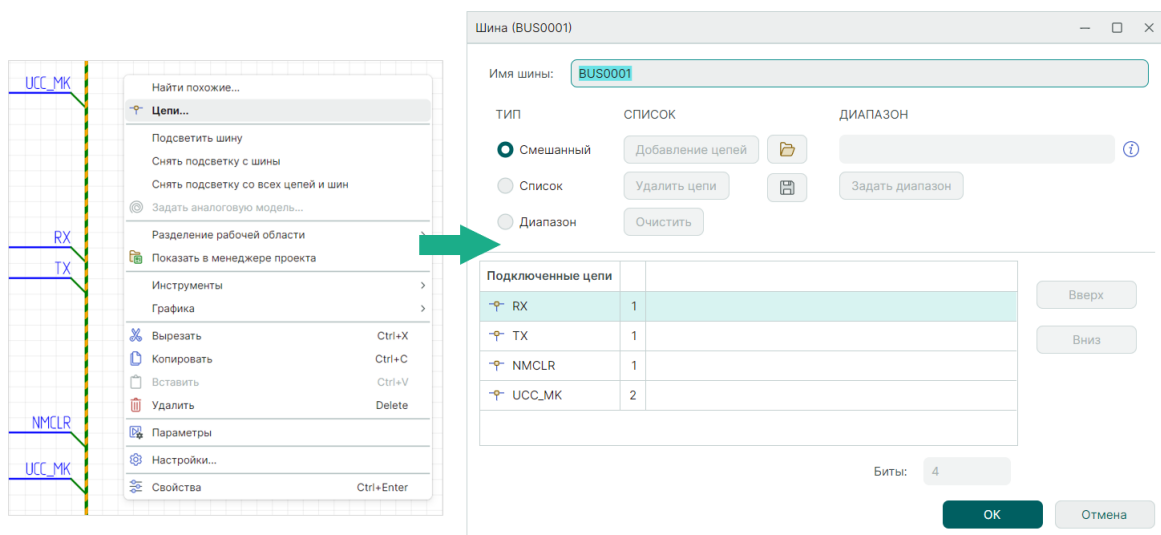

Рис. 131 Переименование шины в окне «Шина»
- Из контекстного меню шины. Для этого в контекстном меню выберите пункт «Цепи» и в появившемся окне «Шина» введите новое имя в строке «Имя шины», см. Рис. 131.